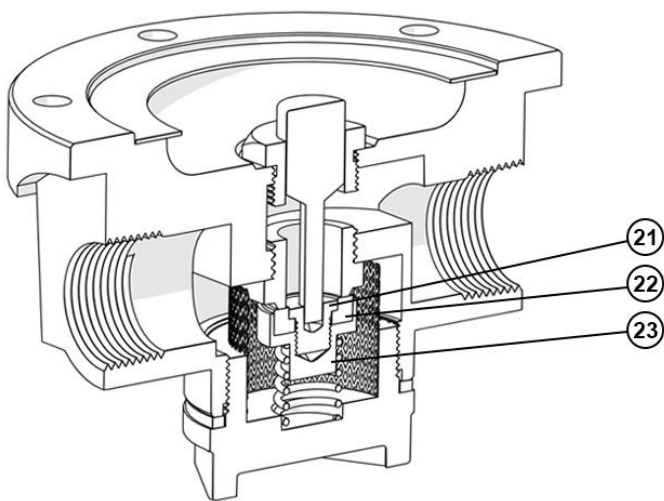

Fig.2 Seccionado de válvula reguladora y reductora modelo 469 con asiento de teflón
2. MODELO, es el modelo que identifica a la construcción de la válvula. Con el ejemplo de la fig.2 cada dato representa: